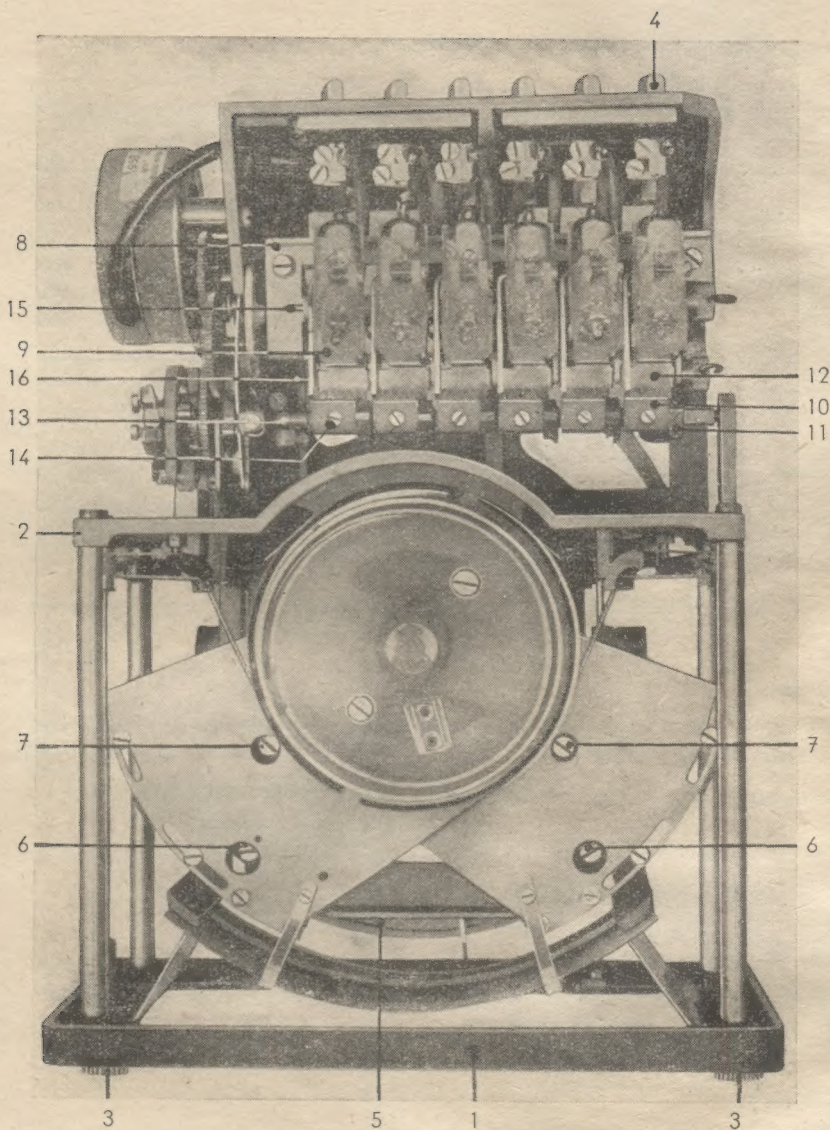

Bild 4 Regler von oben
Der Frontrahmen (1) (siehe Bild 4) mit den nach hinten angesetzten Bauteilen bildet einen von vorn einführbaren Einschub (2) der durch zwei Rändelschrauben (3) mit dem Gehäuse verschraubt wird. Der Einschub muß mit seinem Frontrahmen allseitig an der Zarge des Gehäuses anliegen. Die elektrische Verbindung mit der Klemmenplatte wird über Messerkontakte (4) hergestellt. Durch gleichzeitiges Lösen beider Rändelschrauben kann der Einschub leicht aus dem Gehäuse herausgezogen werden. Um Beschädigungen beim Herausziehen des Einschubes zu vermeiden, sind vorher die Sollwertarme bzw. die Anfahrsperre mit Bruchsicherung zur Mitte der Skale zu verstellen. Die Sollwertarme dürfen nur bei frei spielendem Zeiger verstellt werden. Wartung und Austauschbarkeit ist möglich, ohne die elektrischen Anschlüsse hinter der Schalttafel zu lösen.